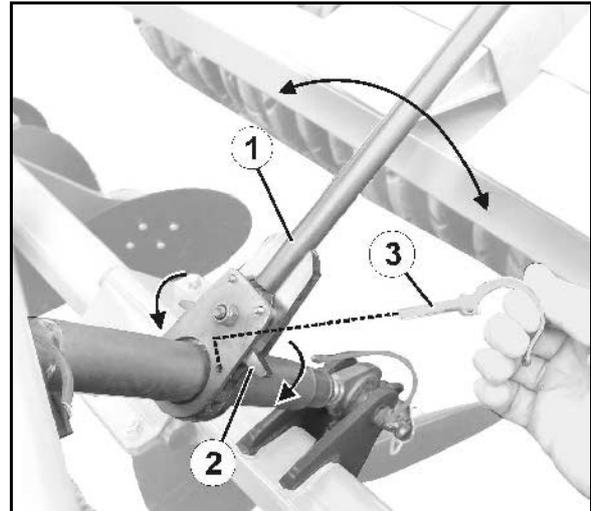

Fig. 48
1. Klappstecker (Fig. 48/3) entfernen.
2. Schwenkhebel (Fig. 48/2) entsprechend der gewünschten Drehrichtung einrasten.
3. Spindel über den Handhebel (Fig. 48/1) verlängern / kürzen.
4. Einstellung mit Klappstecker (Fig. 48/3) sichern.